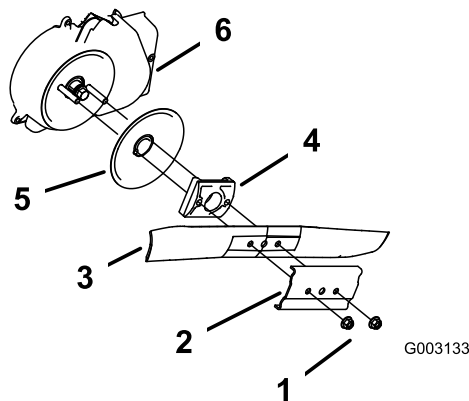

Figura 35
3. Retire las 2 tuercas de la cuchilla y el refuerzo (Figura 35).
4. Retire la cuchilla (Figura 35).
5. Retire el impulsor de la cuchilla y el disco (Figura 35).
6. Retire el protector del embrague del freno de la cuchilla (Figura 35).
10. Instale la cuchilla y el refuerzo que retiró anteriormente (Figura 35).